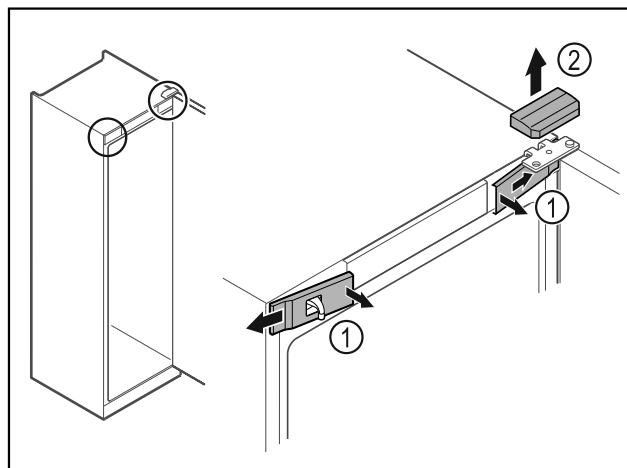

Fig. 10
- ▶ Wyczepić przednie ostłonki Fig. 10 (1) i odchylić w bok.
- ▶ Górną ostłonkę Fig. 10 (2) zdjąć w górę.